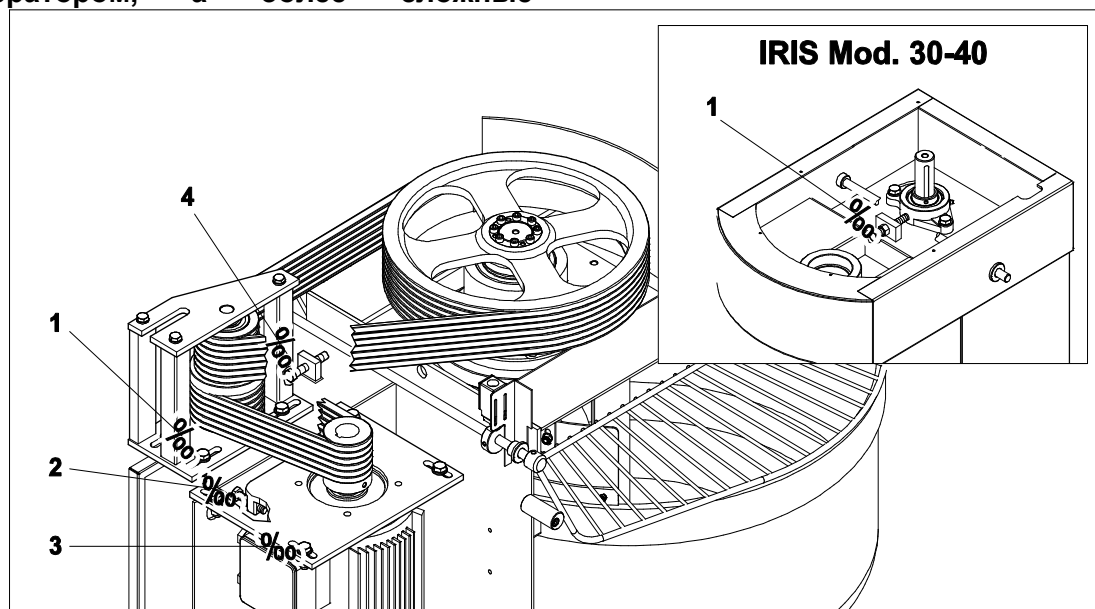

Рис. 9 – Натяжение ремня месильного органа
- 2) Ослабьте четыре винта (1 на Рис. 9) у основания натяжителя ремня. Используйте регулировочный винт натяжителя (4 на рис. 9) для регулировки натяжения ремня.
- 3) Затяните четыре винта (1 на Рис. 9).
- 4) Ослабьте четыре винта (3 на Рис. 9) на пластине подшипника двигателя. Используйте винт (4 на Рис. 9) для регулировки натяжения приводного ремня.
- 5) Затяните четыре винта (3 на Рис. 9).